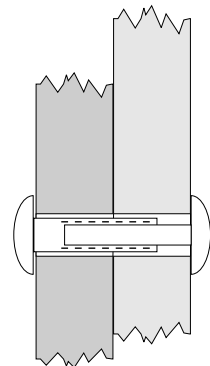

Рис. 2.8
- ◆ Межсекционные стяжки — пара из винта и высокой гайки, снабженной головкой (рис. 2.8), предназначенная для соединения стенок отдельных шкафных секций или модулей.